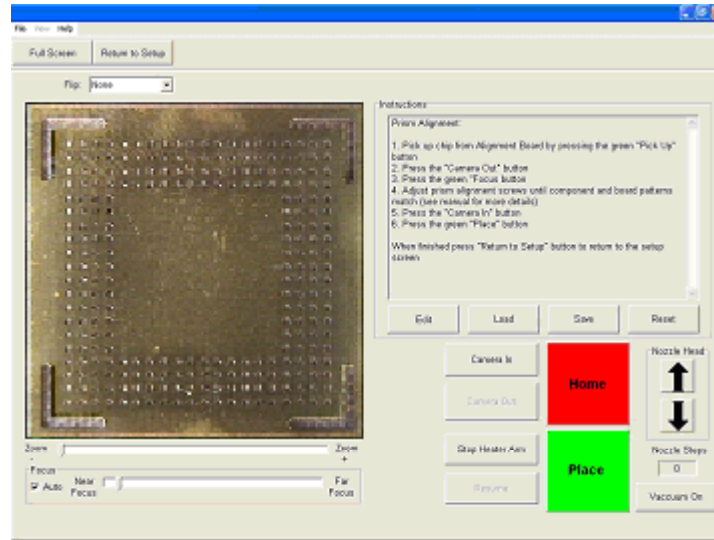

Figura 12
11. La imagen de la ventana debería estar alineada como se muestra en la figura 12.
- xiv. Haga clic de nuevo con el ratón sobre el botón verde para cambiar a la pantalla de alineación y hacer descender el componente hasta el punto de enfoque. (Figura 12)